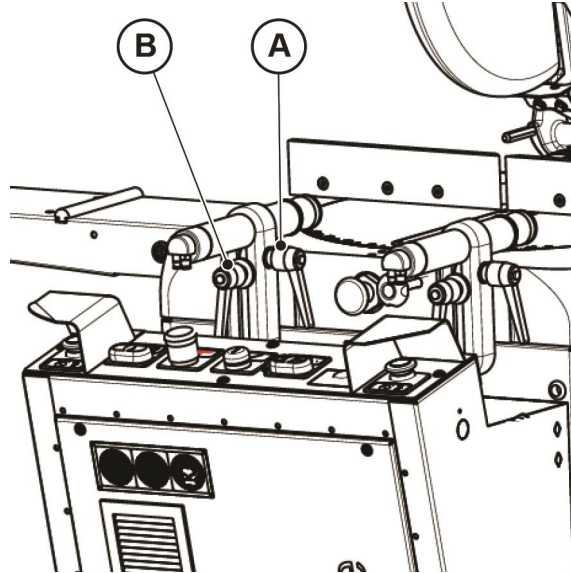

Fig. 07-05
- 1 Aflojar la manilla posicionable “A” (Fig. 07-05) para regular la distancia del perfil.
- 2 Aflojar la manilla posicionable “B” (Fig. 07-05) para regular el grupo mordaza tanto en sentido vertical como lateral.